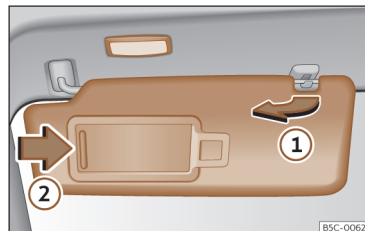

Fig. 107 Parasol.
- El parasol puede extraerse de la fijación y girarse hacia la puerta >>> **fig. 107 ①**.